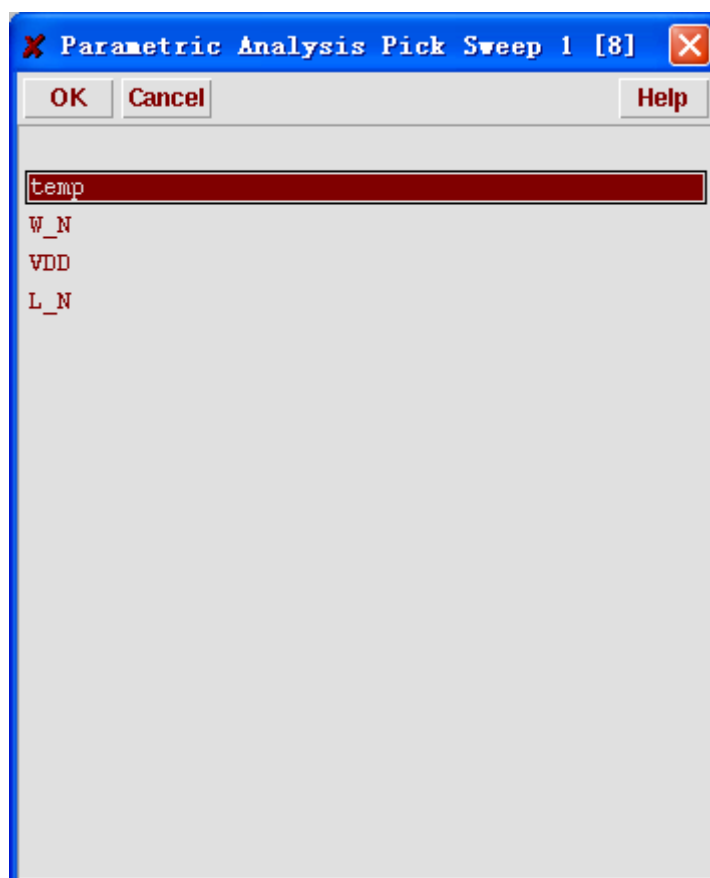
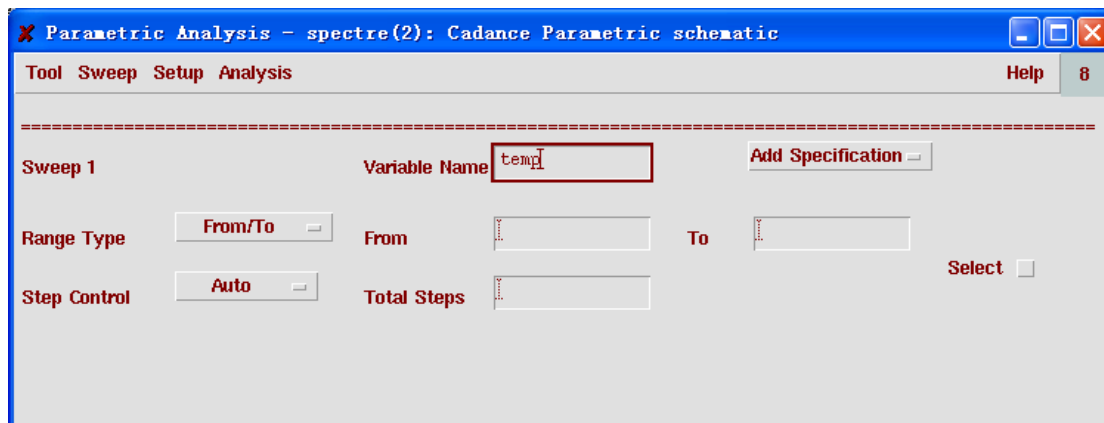

图 9.9 选择“temp”温度为扫描变量
图 9.8 对扫描变量“temp”的设定
2. 在新的弹出窗口里面选择“temp”作为该扫描的变量，并点击“OK”，如图 9.9 所示。这样得到图 9.8。